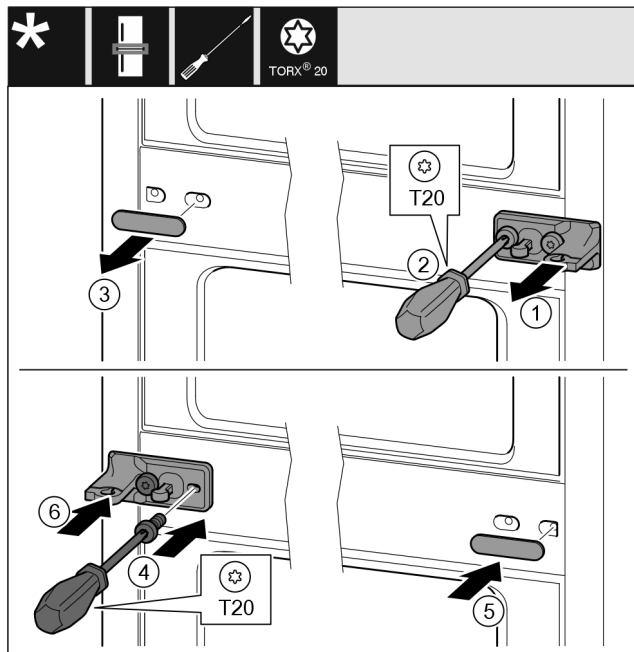

Fig. 34
- ▶ 拆下垫片 Fig. 34 (1)。
- ▶ 用螺丝刀将螺钉 Fig. 34 (2) 旋开。
- ▶ 小心拆下盖板 Fig. 34 (3)。
- ▶ 将带薄膜的托架 Fig. 34 (4) 旋转 180° 至另一侧拧紧。
- ▶ 将盖板 Fig. 34 (5) 旋转 180° 至另一侧装上。
- ▶ 从前面推入垫片 Fig. 34 (6)。